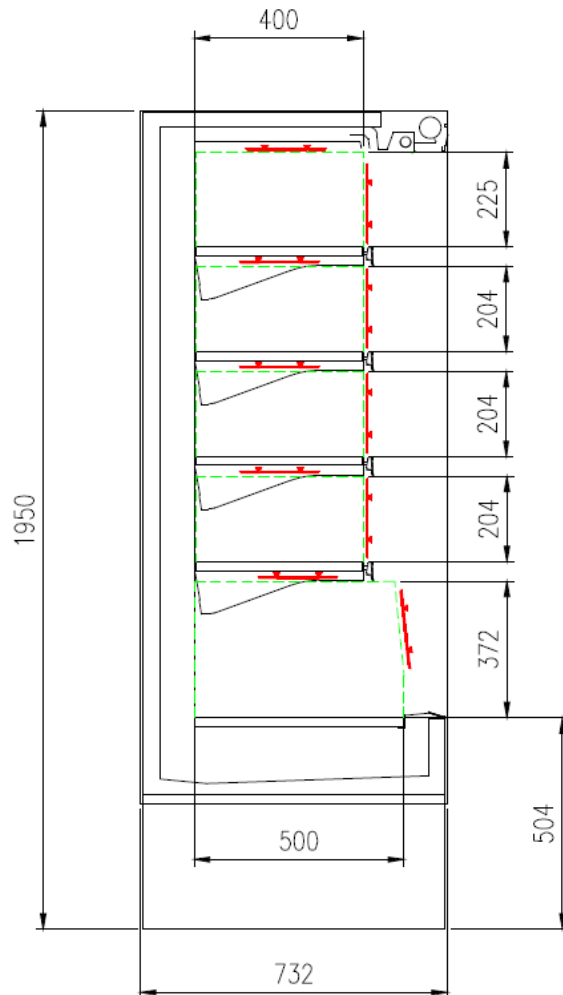

Fig. 2.6.2
- Die Ladegrenze beachten und nicht überschreiten  (am Möbel und im Handbuch angegeben) (Abb. 2.6.2).